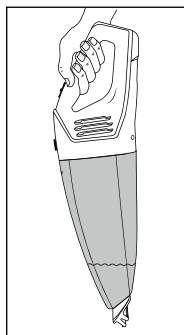

Fig. 2
- ▶ Se sono stati aspirati dei liquidi, trasportare sempre l'apparecchio con la bocchetta per l'aspirazione dei liquidi ❶ rivolta verso il basso (vedere fig. 2):